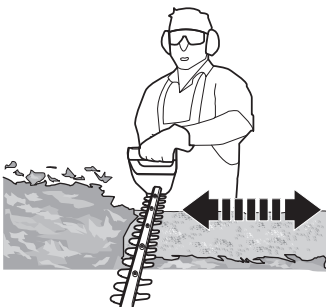

Fig. 7
8. Corte en varias etapas para lograr un mejor resultado en lugar de intentar cortar de una sola vez si la zona a cortar es particularmente grande (Fig. 7); los cortes más pequeños permitirán un fácil compostaje.